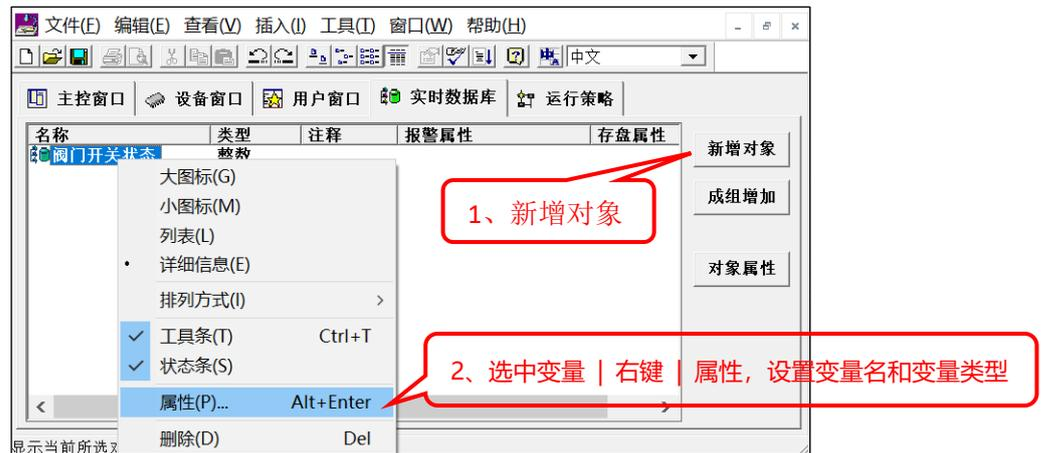

图 2.5-1 新增整数变量
- ① 新建工程，如图 2.5-1 所示，在工程的实时数据库中新建整数变量“阀门开关状态”；